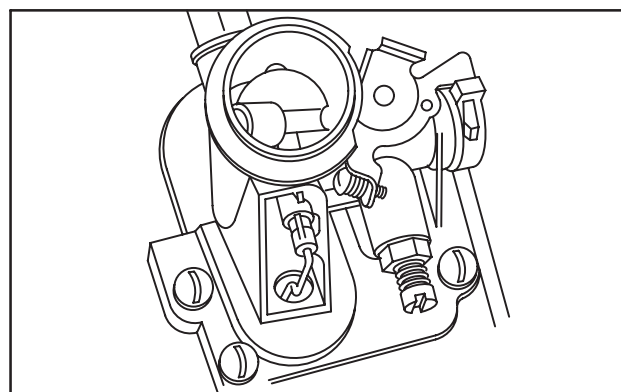

Fig. 46
1. Maintenir le volet de starter au-delà de la position médiane, voir Fig. 46.